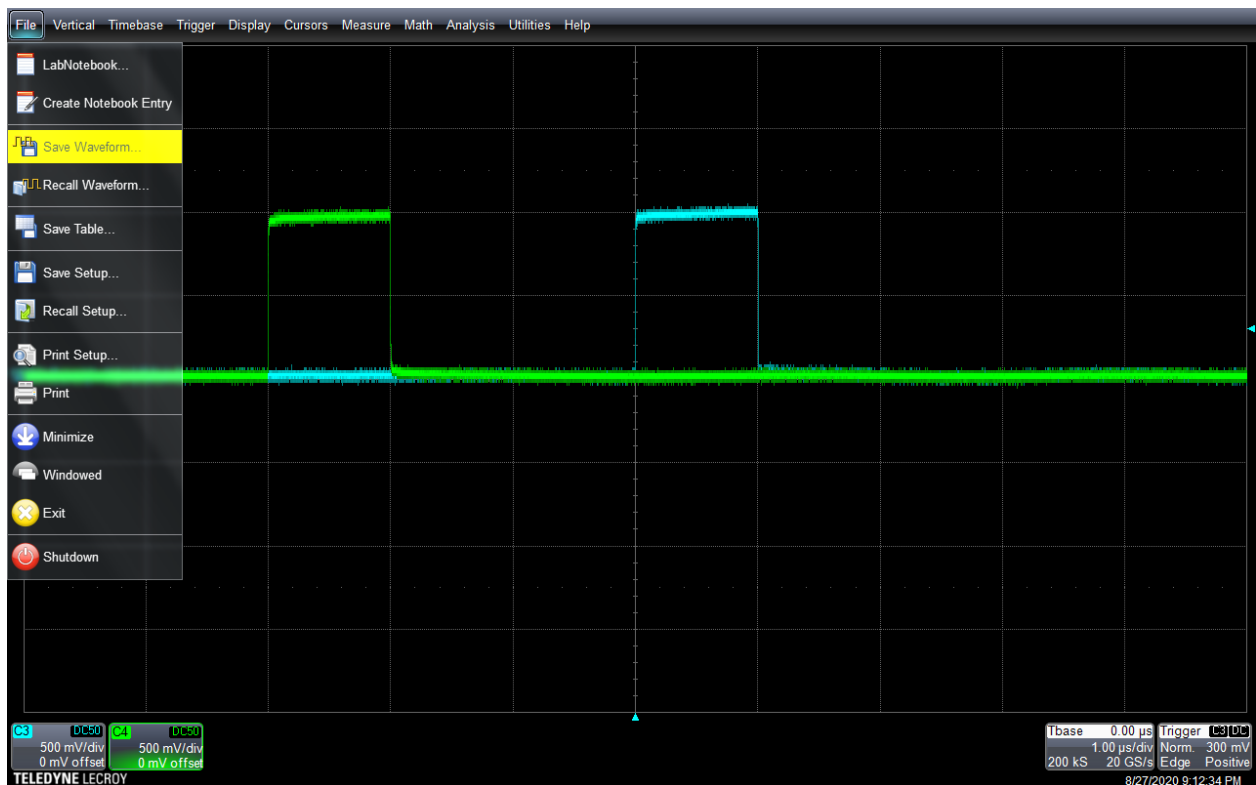

Рис. 3. Работа с осциллографом
- 3.1. На осциллографе выбрать пункт «Save Waveform...» во вкладке «File» для перехода в режим сохранения сигналов (Рис. 3). Здесь и далее для выбора предлагается использовать сенсорный экран осциллографа и стилус.